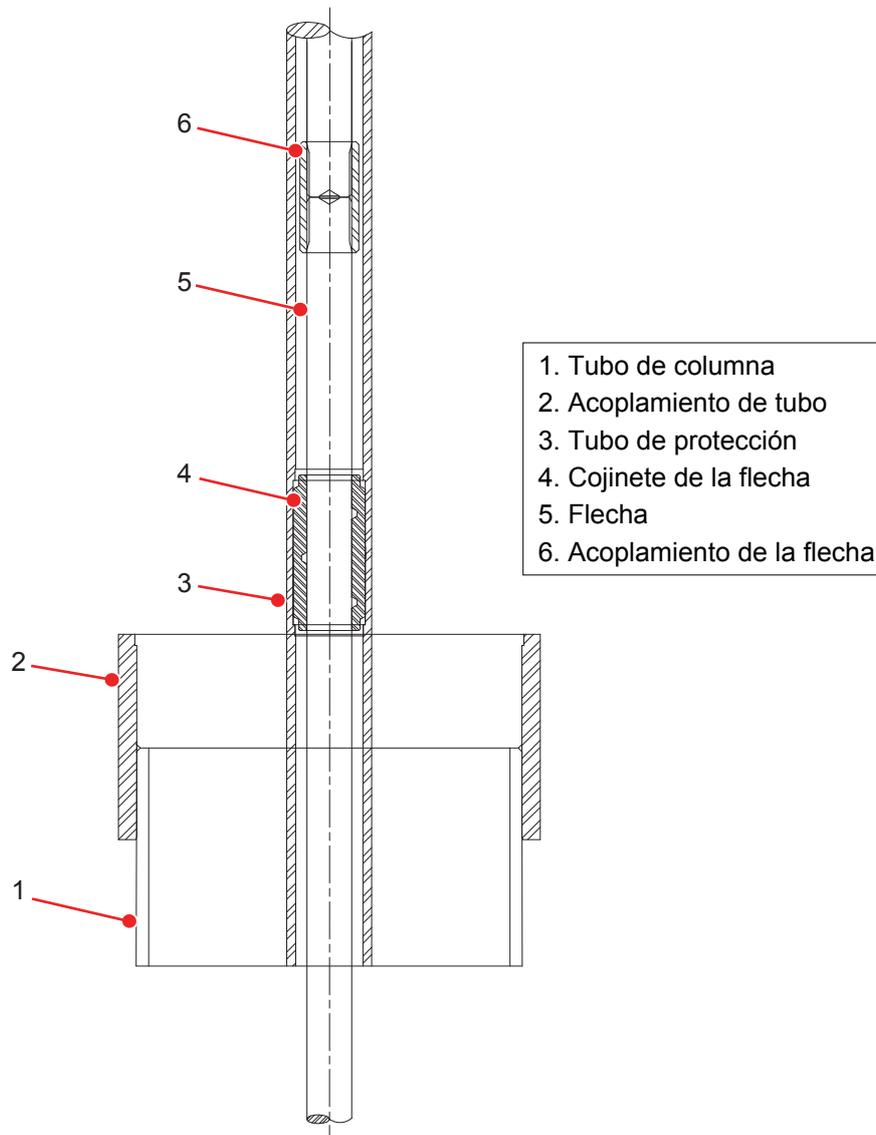

Figura 8-2: Tubo y flecha encerrados
- b. Construcción de flecha cerrada: cada vez que se retire un tramo del tubo de columna, también se debe desmontar el tubo de protección y la flecha. Localice la junta (consulte Figura 8-2) y desenrosque (roscas a la izquierda) el tubo de protección del cojinete del eje de transmisión (que actúa como un cojinete para la flecha y también como un acoplamiento del tubo de protección). Deje el cojinete del eje de transmisión roscado en el tubo de protección que no se retira (para soportar el eje de transmisión). Deslice el tubo de protección para exponer el acoplamiento de la flecha y desmonte como se describe en paso 17\(a\) anterior.